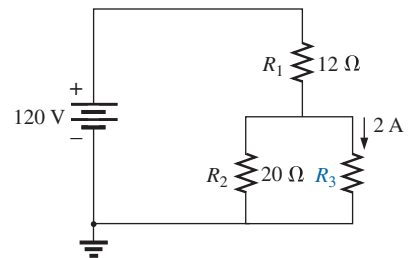

Figura 7.82 Problema 23.
- \*23. Considerando o circuito na Figura 7.82, calcule a resistência  $R_3$ , sendo 2 A a corrente que passa através dela.